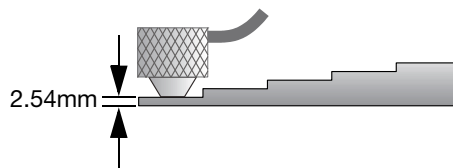

図 5-6 ステップ階段状試験片（薄い部分）による音速校正
- b) 試験片の薄い部分に探触子を接触させ（58 ページの図 5-6 を参照）、【ゼロ校正】を押します。